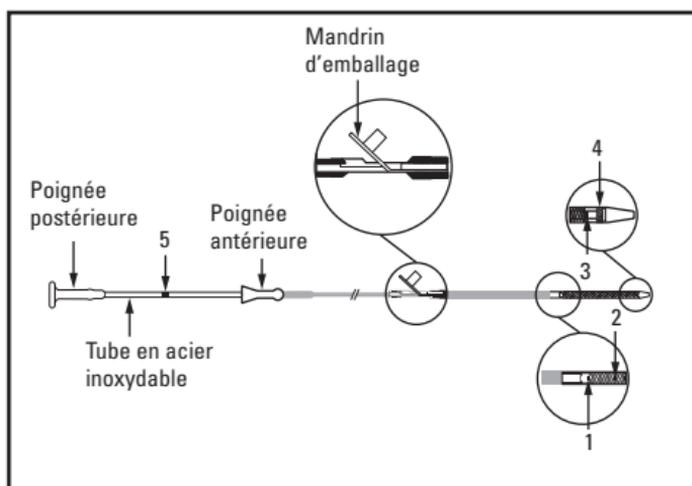

Figure 2. Système de stent biliaire entièrement recouvert Agile
Le système de mise en place est conçu avec un tube coaxial. Le tube externe permet de contracter le stent avant son déploiement, puis de le contracter à nouveau après son déploiement partiel si un repositionnement est nécessaire. Le tube externe est doté d'une section transparente permettant la visualisation du stent contracté. La zone de transition jaune du tube interne du système de mise en place est visible entre le stent et la gaine externe bleue. Les quatre repères radio-opaques facilitent le déploiement du stent sous radioscopie (Figure 2). Les deux repères radio-opaques visibles sur le tube interne du système de mise en place permettent d'identifier les extrémités du stent contracté (Figure 2, repères n° 1 et 3). Un repère radio-opaque supplémentaire présent entre ces deux repères indique l'endroit à partir duquel le stent ne peut plus être à nouveau contracté (Figure 2, repère n° 2). Le quatrième repère radio-opaque visible à l'extrémité antérieure du tube externe indique le niveau de déploiement du stent (Figure 2, repère n° 4). Le tube interne comporte un repère visuel situé entre les poignées pour faciliter le déploiement du stent (Figure 2, repère n° 5). Le repère visuel indique le point à partir duquel le stent ne peut plus être à nouveau contracté. Le tube interne est doté d'une lumière centrale unique pouvant contenir un guide de 0,035 in (0,89 mm).
**Remarque :** NE PAS retirer le mandrin d'emballage de l'extrémité antérieure du dispositif (Figure 2), ceci facilite l'accès au guide.